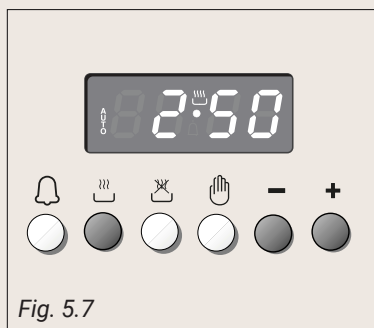

Fig. 5.7
1. Déterminer le temps de durée de la cuisson en pressant le poussoir  et le poussoir **+** pour avancer, ou le poussoir **-** pour revenir si le temps désiré a été dépassé (fig. 5.7).